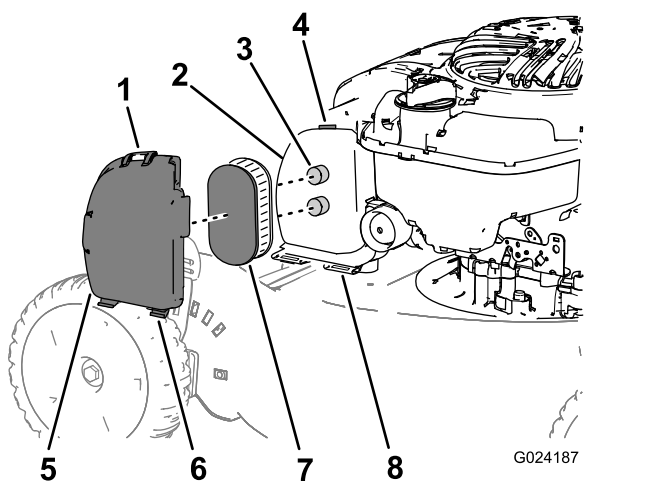

Figura 17
1. Premete la linguetta superiore sul coperchio del filtro dell'aria (Figura 17) e aprite il coperchio.
2. Togliete l'elemento del filtro dell'aria (Figura 17).